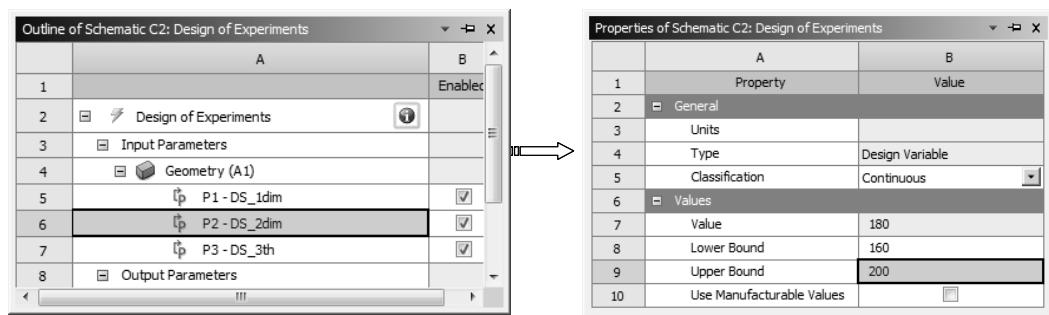

图 12-84 设置输入参数 P2 的范围
4) 设置输入参数范围。在【Outline of Schematic C2: Design of Experiments】窗口中选择【Geometry】下的 P2-DS_2dim 参数, 然后在【Properties of Schematic C2: Design of Experiments】窗口中设置输入参数的初始值及上下限, 如图 12-84 所示。